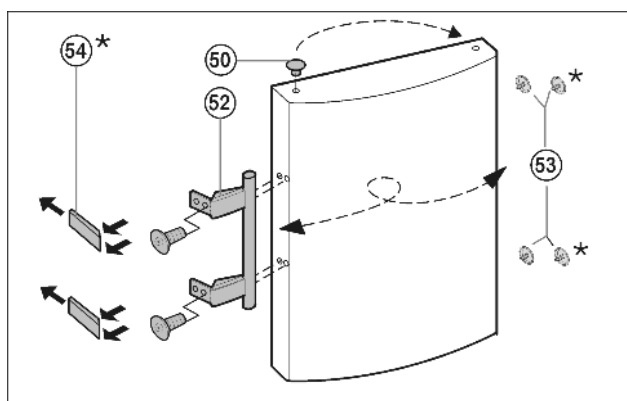

Fig. 14
- ▶ Извлеките пробку Fig. 14 (50) из опорной втулки дверцы и переставьте.
- ▶ Снимите и переставьте на противоположную сторону дверную ручку Fig. 14 (52), пробку Fig. 14 (53) и прижимные пластины* Fig. 14 (54).